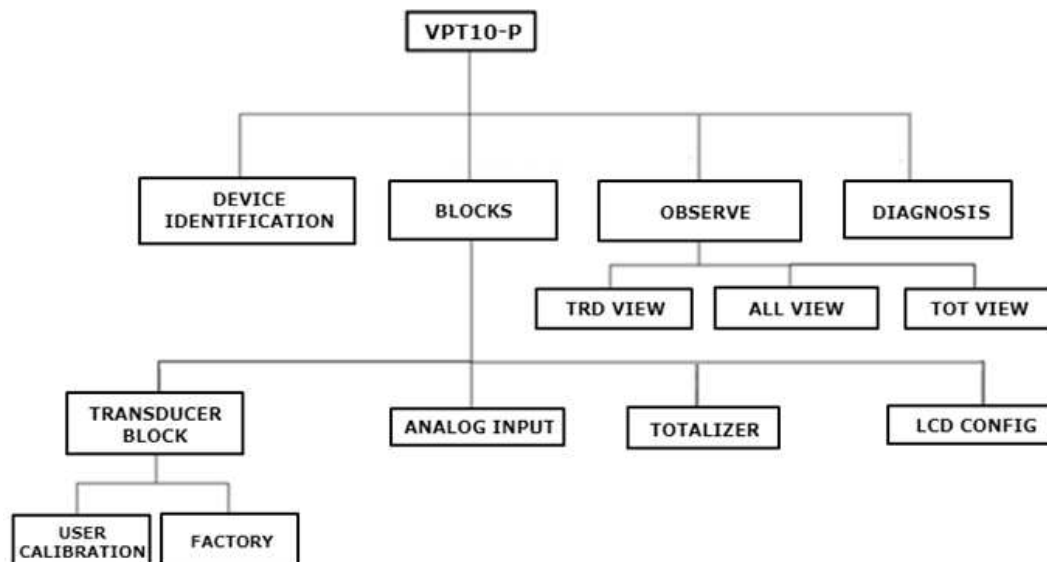

Figura 3.6 – Árvore de programação do VPT10 PROFIBUS.
A árvore de programação é uma estrutura em forma de árvore com um menu de todos os recursos de software disponíveis, como mostrado na Figura 3.6.
As figuras a seguir mostram algumas telas do DTM do VPT10 PROFIBUS utilizando a interface VCI10-UP da Vivace com o PACTware®. Note que o diretório com os menus disponíveis para o DTM (*OnLine Parameterize*) segue o formato da árvore de configuração exibida no item 3.6 (figura 3.6).